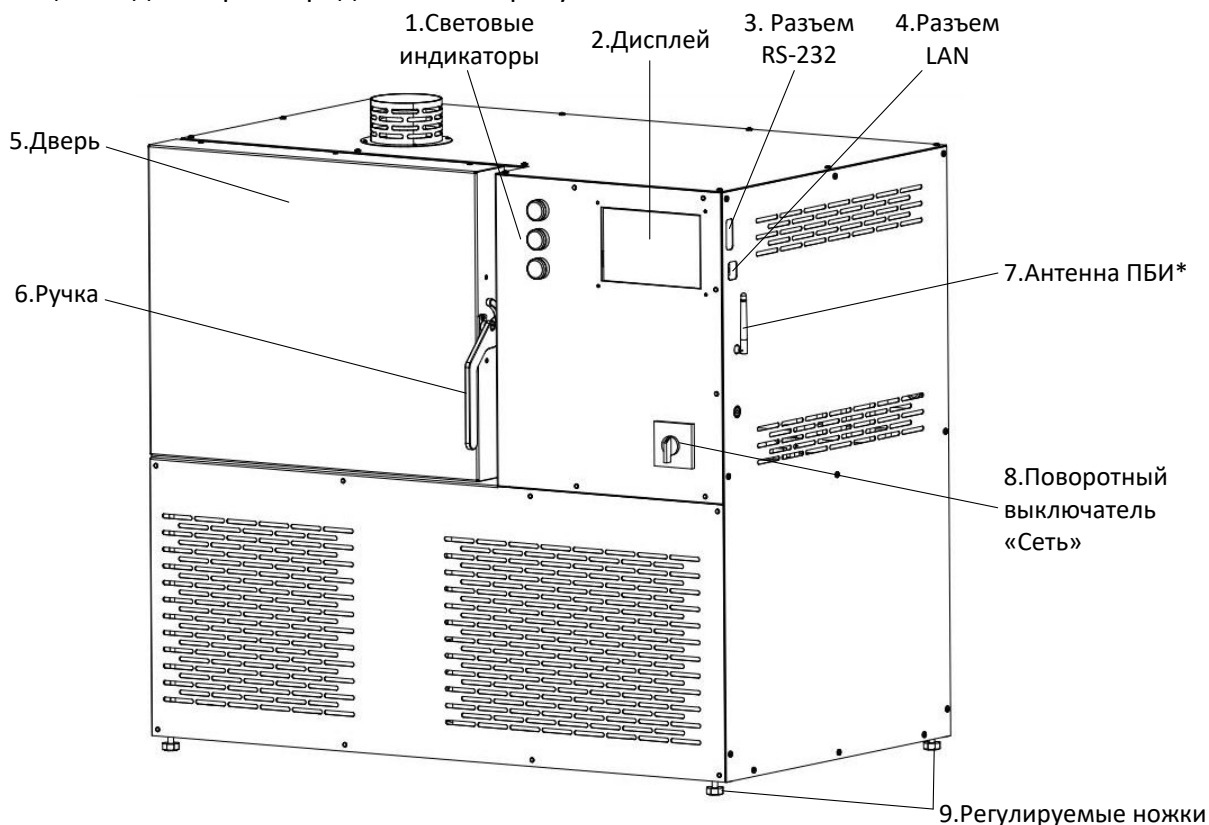

Рисунок 1 – Общий вид аппарата спереди
Аппарат выполнен в моноблочном исполнении. На лицевой части (см. рис. 1) аппарата расположены: световые индикаторы (поз. 1) «Питание», «Режим» и «Авария»; дисплей (поз. 2), предназначенный для реализации интерфейса с пользователем; поворотный выключатель «Сеть» (поз. 8), коммутирующий подачу сетевого питания в аппарат. Дверь (поз. 5) камеры открывается при помощи ручки (поз. 6).
- 2) необходимо обеспечить расстояние не менее 0,3 метра до окружающих предметов (других устройств, стен и т.п.) с трёх сторон и 1 метра со стороны двери камеры (см. рисунок 1 поз. 5).
3.3.3 Включить аппарат поворотным выключателем «Сеть» (см. рисунок 1). Аппарат отобразит заставку (см. рисунок 5), затем спустя приблизительно 15 сек, перейдет в режим «Ожидание» (см. рисунок 6).